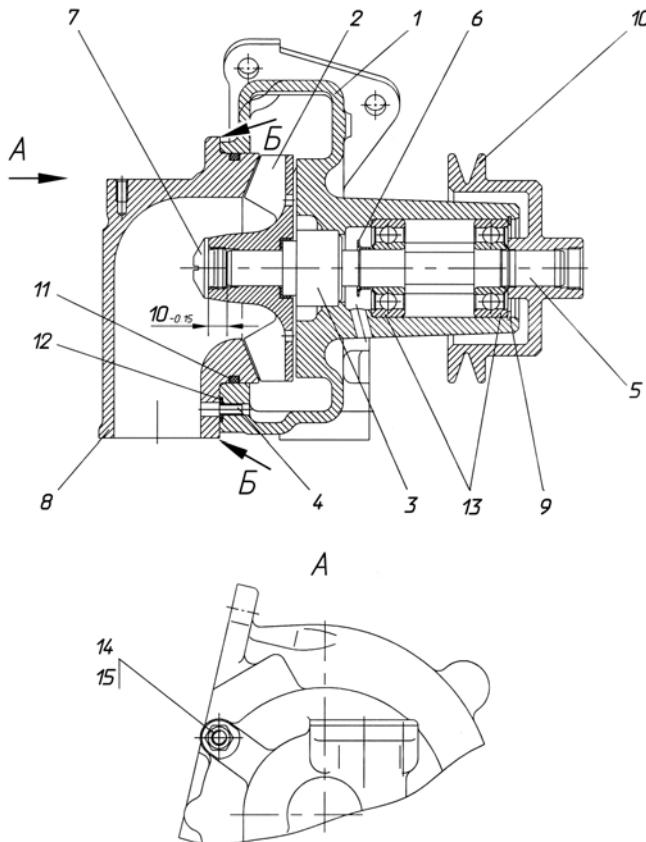

Рис. 13. Водяной насос:
5. Отвернуть гайки 14 (рис. 13) патрубка 8.
13. Выпрессовать из корпуса 1 вал 5 с водосбрасывателем 6 и подшипниками 13 (см. рис. 13).
2. Напрессовать на вал 5 (рис. 13) подшипники 13 и водосбрасыватель 6. При этом необходимо:
9. Напрессовать крыльчатку 2 в сборе с манжетой и уплотнительной втулкой на вал 5 (рис. 13). При этом необходимо:
- установить крыльчатку и в валу в размер $10_{-0,15}$ мм (рис. 13) между торцом вала и торцом ступицы крыльчатки. Для этого необходимо при запрессовке установить на торец вала диск диаметром не более 13 мм и высотой $10_{-0,15}$ мм.